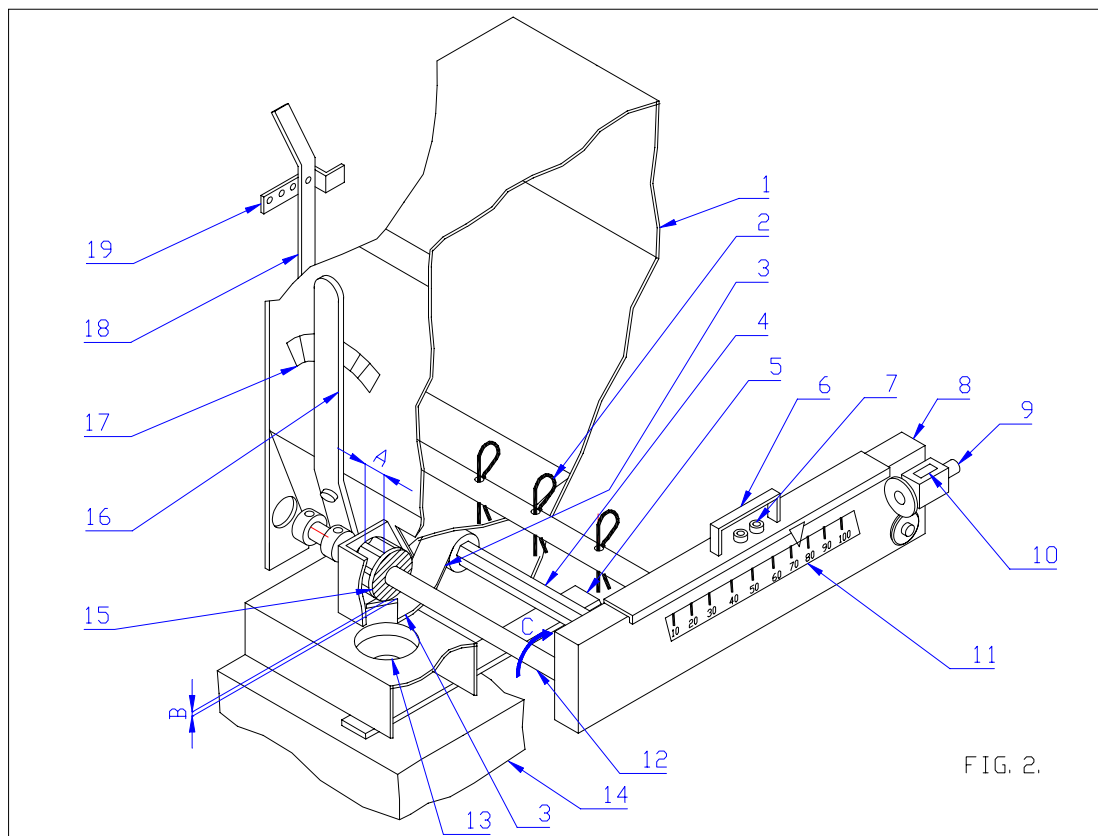

FIG. 2.
Fröbehållaren på en 1500-A är mycket noggrann. Den kan bearbeta utsäde av mycket fin eller grov typ. Inställningen sker enkelt, men kan utföras med tre olika inställningar. Det är viktigt att förstå fröbehållarens uppbyggnad innan du kan ställa in den rätt. I nästa avsnitt förklaras hur fröbehållaren fungerar, se Fig.2.
Fig.2 visar fröbehållaren i genomskärning. Det är viktigt att förstå hur fröbehållaren fungerar, med sina olika inställningar. Nedan beskrivs alla komponenter, tillsammans med några viktiga anmärkningar.
15. Fröspridningsdrev. Är fixerad på drivaxeln med ett skruvstift. Med den andra fröspridningsspaken 16 kan du ställa in avståndet A, vilket är den längd av drevets tänder som griper och sprider utsädet, se fig.2. Om spaken 16 står på 0 är avståndet A= 0, vilket innebär att inga frön sprids, oavsett hastigheten som är inställd med 6. Fröspridningen är alltså en kombination av hur spaken 16 är inställd och hastigheten som ställs in med 6. För normalt gräs rekommenderar vi att sätta spaken 16 i läget 20. Använd sedan huvudinställningen 6 för att justera fröspridningen. Vid sådd av mycket fint utsäde ska inställningen av spak 16 reduceras. Öppna spak 16 vid sådd av grövre frön. Det är mycket viktigt att avståndet A är lika för ALLA spridningsöppningar. Om de är olika kommer öppningarna att sprida olika mängder frö i olika rader. Var därför mycket försiktigt när du byter ut fröspridningsdrevet.
Nedanstående tabell ger fröspridningen för English Raygrass (Lodium Pirene) vid olika inställningar av hastighetsreglaget 6, medan den tredje spaken 18 stod på 1 och den andra spaken 16 på 20, se Fig.2.